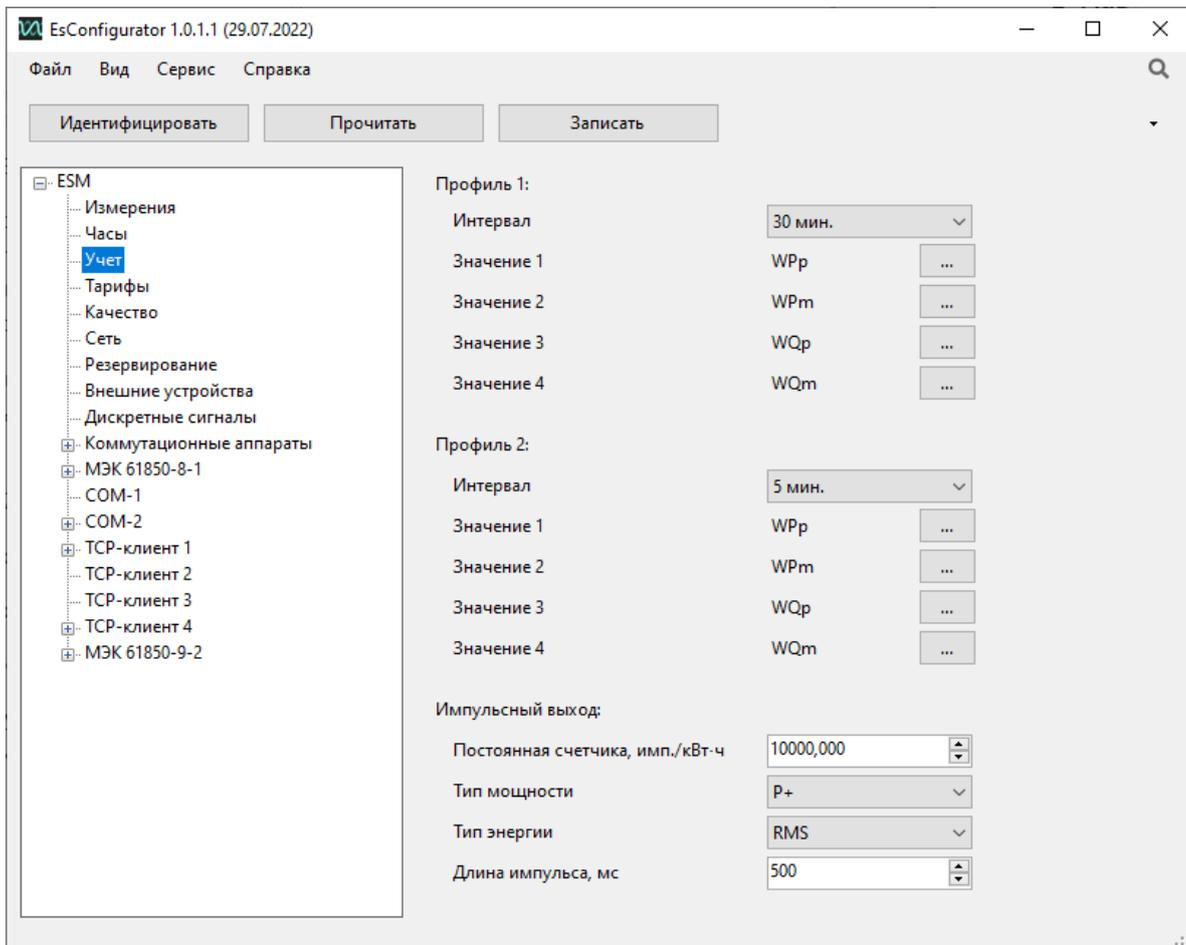

Рисунок 7.5. Вкладка настроек «Учет» прибора ESM в ПО «ES Конфигуратор»
7.5.1 На вкладке «Учет» представлены настройки профилей мощностей и режимов работы импульсного выхода (рис.7.5):